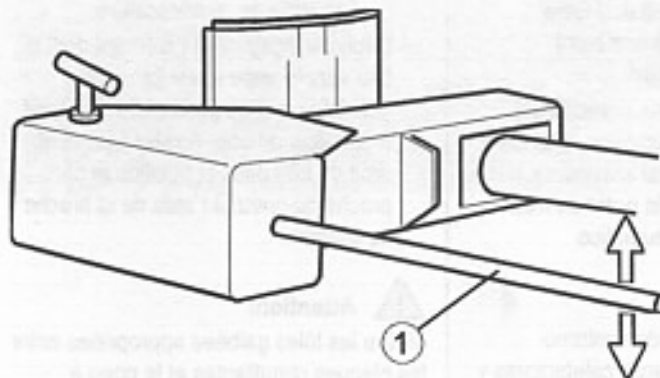

Bild 34 / Fig. 34
⇒ Insert the manoeuvring lever (fig.34, pos.1) in either of its seats on the front side of the right or left arm and tilt the upper part of the machine into the required position.
⇒ Insérer le levier de manoeuvre (fig.34, pos.1) dans l'un des logements situés sur la face frontale de l'élément droit et de l'élément gauche du bâti; puis basculer la partie supérieure de l'appareil de manière à la mettre dans la position voulue.
⇒ Bedienungshebel (Bild 34, Pos. 1) in eine der Aufnahmen an den Stirnseiten des rechten oder linken Rahmenteiles stecken und Geräteoberteil in die gewünschte Position kippen.